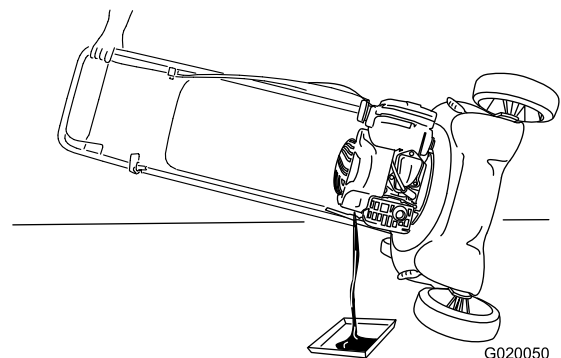

Figure 19
4. Inclinez la machine sur le côté (filtre à air en haut) pour vidanger l'huile usagée par le tube de remplissage (Figure 19).